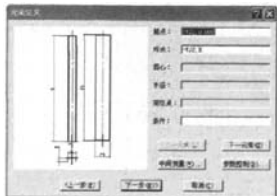

图 4
(3) 添加不可见参数 进入下一步“元素定义”窗体(见图4),开始进行组成图符的各个图元定义的阶段。前已述及,钣金件通常都包含不可见的参量,标示它的组成板材厚度与折弯余量。